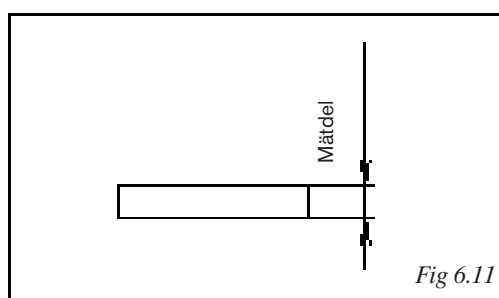

Fig 6.11
- Klaffventil (fig. 6.11)
Mät enligt fig 6.11. Byt klaff om måttet ligger utanför tillåtna värden. Byt tätningsringen om den är utsliten eller sprucken.